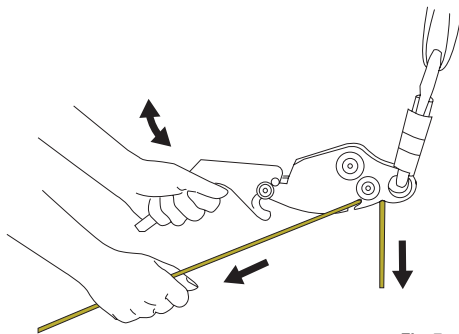

Fig. 7
8. La velocità di discesa viene controllata con una mano sulla maniglia e l'altra mano che tiene la fune al di sotto del dispositivo. Iniziare con la fune ad angolo all'uscita della fessura. Con il discensore capovolto, la discesa si inizia tirando la maniglia verso l'alto, fig. 7, e si arresta muovendo la maniglia verso il basso o rilasciandola. Per aumentare o ridurre l'attrito, spostare la fune nella parte stretta della fessura o allontanarla come mostrato in fig. 3B. È essenziale tenere sempre una mano sulla fune al di sotto del discensore per aver un miglior controllo della discesa.